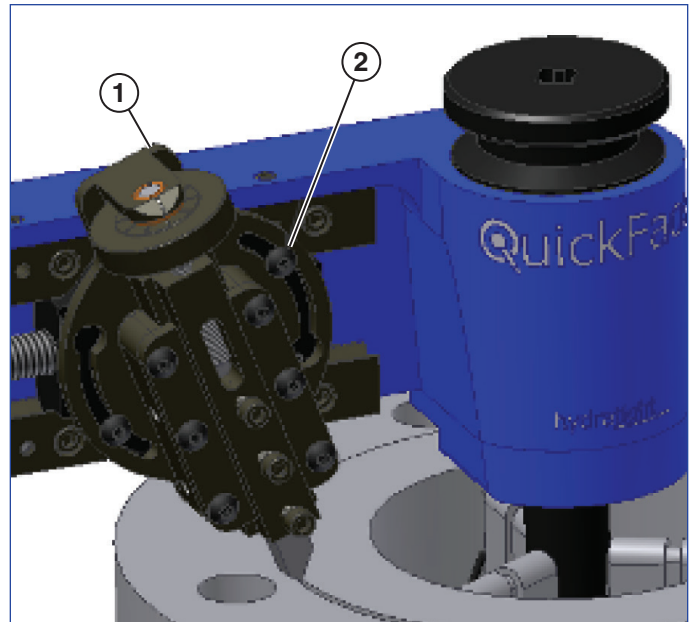

Figura 11
2. Suelte los tornillos del deslizador de giro para inclinar el deslizador de giro. El ángulo preferido del deslizador está entre 10 y 30 grados de la perpendicular. Asegúrese de que el deslizador está suficientemente inclinado como para que pueda recorrer toda la cara de forma continua sin salirse del recorrido (véase la Figura 11). Los cortes de la QuickFace van del diámetro exterior al interior.